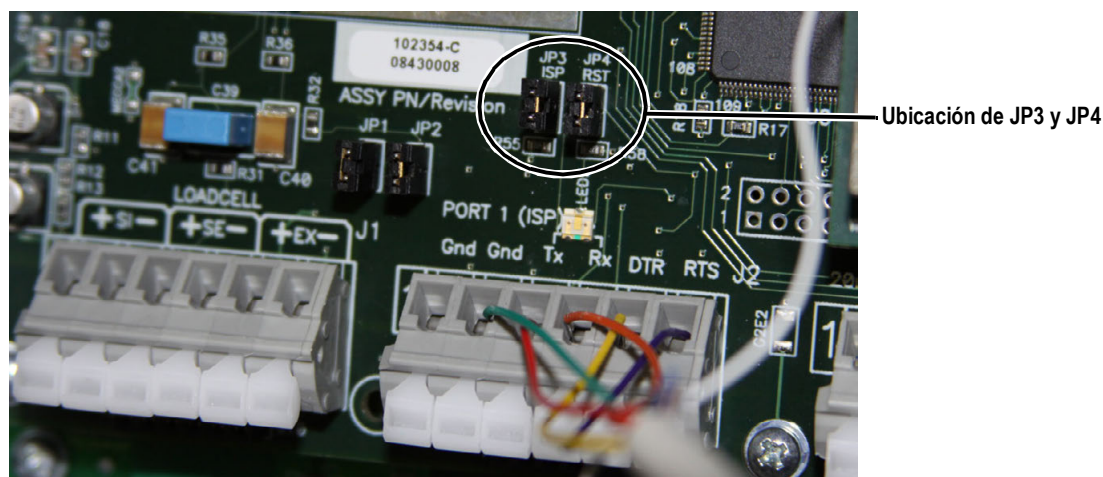

Figura 8-4. Puentes instalados en JP3 y JP4
10. Tras finalizar, retire los puentes mostrados en la Figura 8-4 en la página 81 y encienda el indicador.